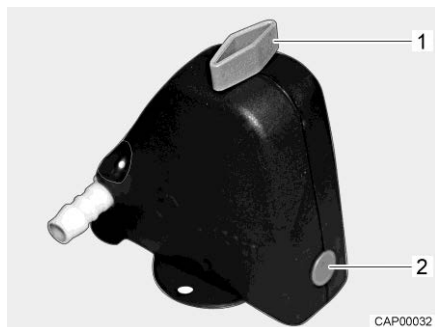
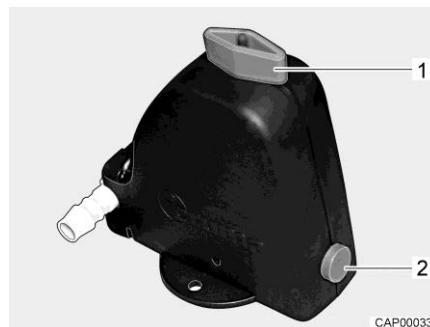

Fig. 144 Valvola di sicurezza/di scarico chiusa
Fig. 145 Valvola di sicurezza/di scarico aperta
- Aprire la valvola di sicurezza/di scarico (Fig. 144). A tal fine ruotare la manopola (Fig. 144,1) nel senso della lunghezza della valvola di sicurezza/di scarico. Il bottone automatico (Fig. 144,2) scatta all'infuori. La valvola di sicurezza/di scarico aperta è rappresentata in Fig. 145.